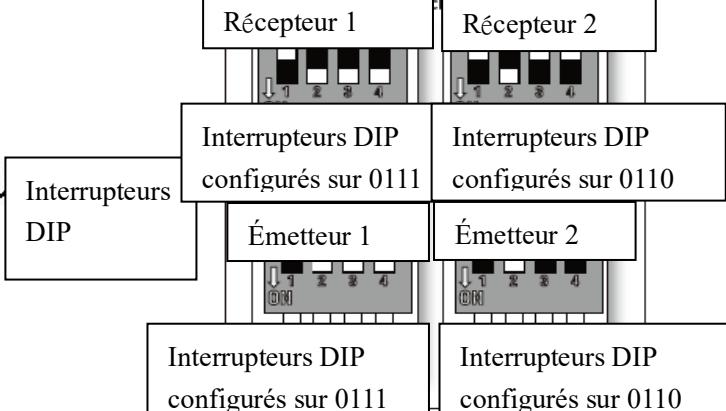

Fig. 12 Interrupteur DIP du récepteur
- La télécommande (émetteur) et le récepteur doivent être configurés par appairage afin de pouvoir communiquer entre eux. Pour ce faire, mettez les interrupteurs DIP du récepteur et de la télécommande sur le même réglage. (**Fig. 12**)